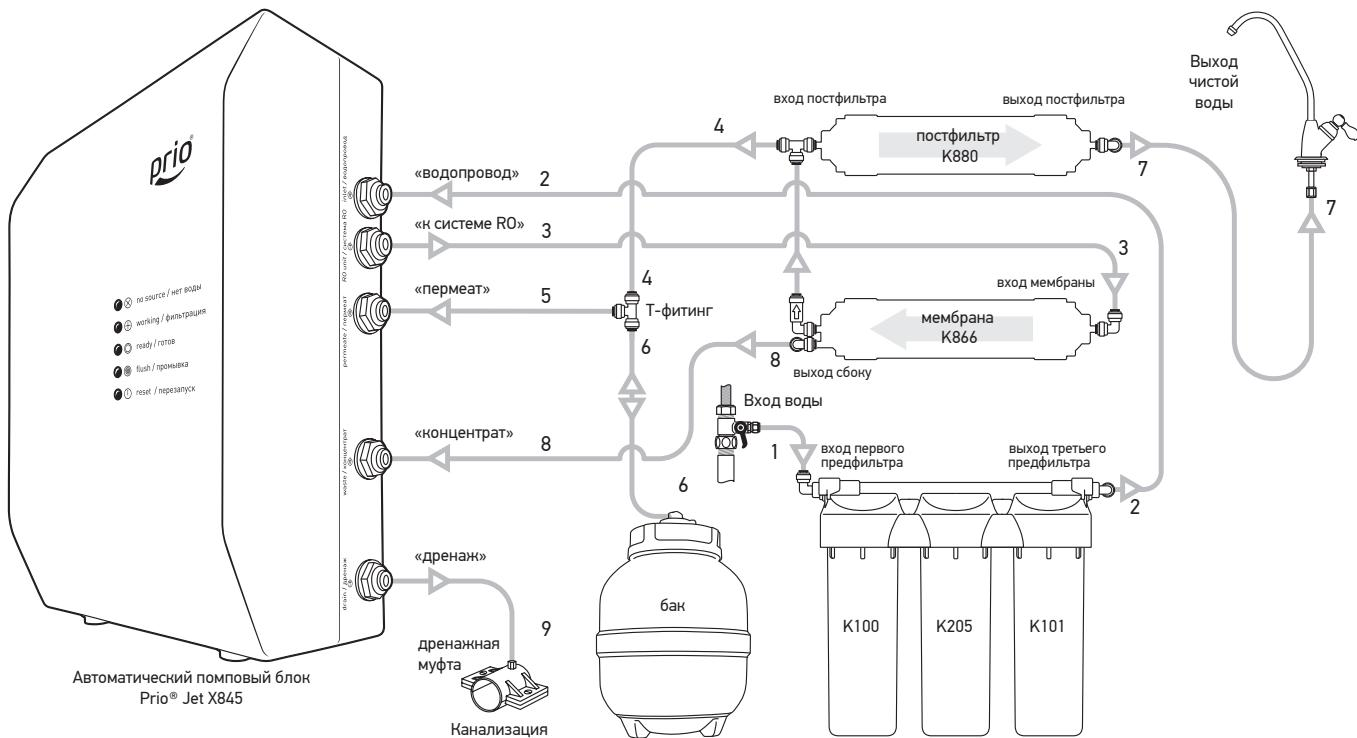

Рис.2. Принципиальная схема подключения OU600
На первой ступени предварительной очистки картридж из полипропилена K100 задерживает механические примеси и прочие частицы размером крупнее 5 микрон (Рис. 2).
- Установить в водопроводную магистраль холодной воды тройник с шаровым краном (см. Рис. 2).
- Собрать с помощью входящей в комплект поставки пластиковой трубы (шланга) систему «магистраль → система обратного осмоса → кран» в соответствии со схемой подключения (см. Рис. 2).